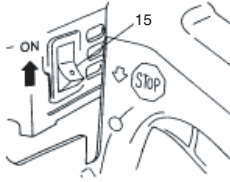

Fig. 11
1. Ajuste la llave de ignición (15) a la posición ON (encendido). (Fig. 11)